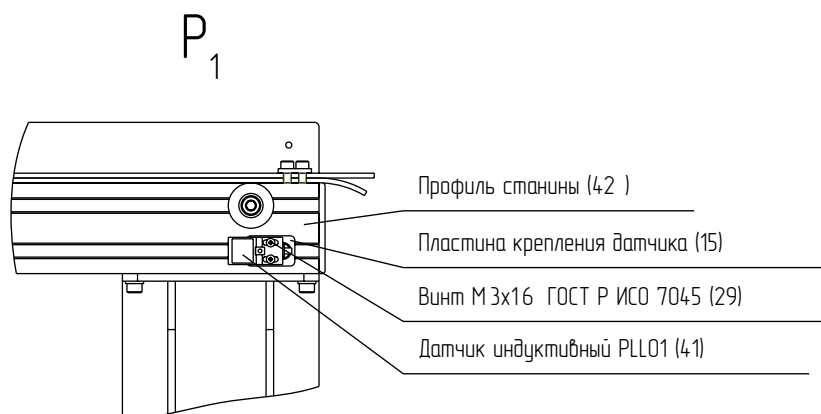

Рисунок 52 — Установка датчика.
12. Прикрепить датчики индуктивные PLL01 (поз. 41) к пластинам крепления датчиков (поз. 15) винтами М3х16 ГОСТ Р ИСО 7045 (поз. 29) (см. рис. 52,53,54).